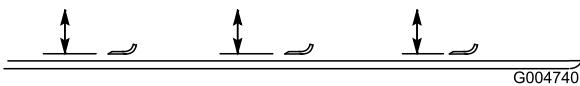

Bild 80
2. Drehen Sie die Schnittmesser, bis die Enden nach vorne und hinten zeigen (Bild 80). Messen Sie von der Innenseite des Mähwerks bis zur Schnittkante an der Vorderseite des Messers. Merken Sie sich dieses Maß.